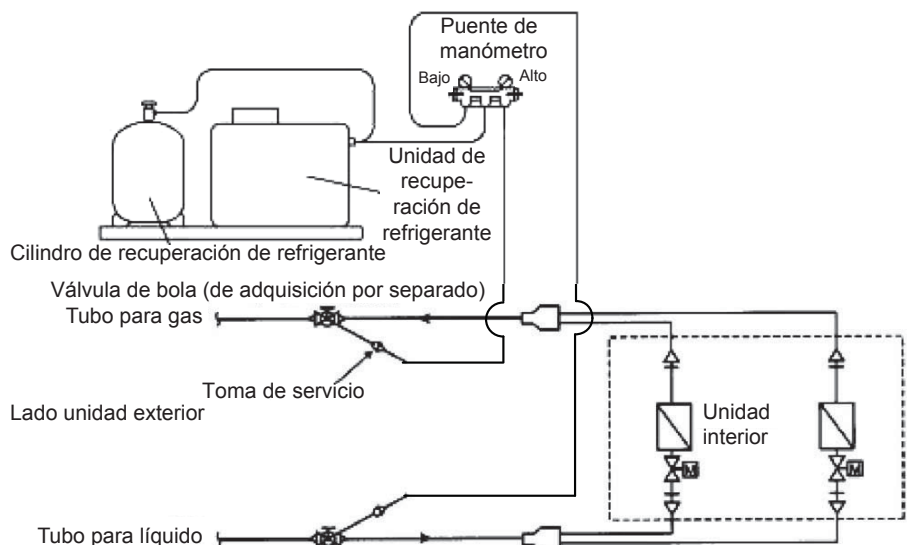

Fig. 4
- (2) Después de hacer funcionar la unidad en modo frío por unos 5 minutos, como se describe en «4-2-1. Funcionamiento en climatización (para todas las unidades)», cerrar completamente la válvula de bola de la tubería de líquido.
- (3) Hacer funcionar la unidad durante otros 10 a 20 minutos más en modo frío.
- (4) Cerrar completamente la válvula de bola de la tubería de gas y detener el funcionamiento de todas las unidades.
- (5) Utilizar mangueras para conectar el puente de manómetros, la unidad de recuperación y cilindro de recuperación del refrigerante entre sí. (Fig. 4) Hacer cada conexión rápidamente para evitar la infiltración de aire en la tubería.